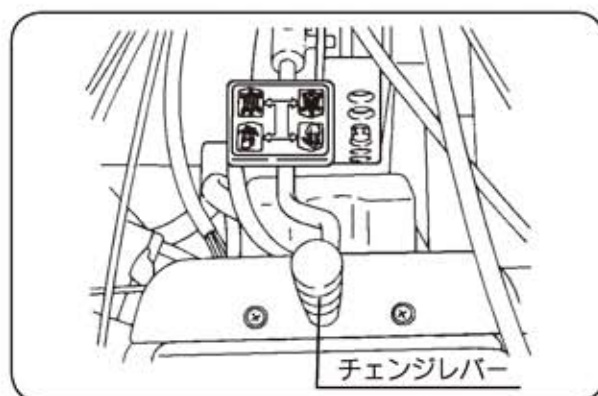

図11
- ①チェンジレバーを進行方向の位置にしてください。(図11)